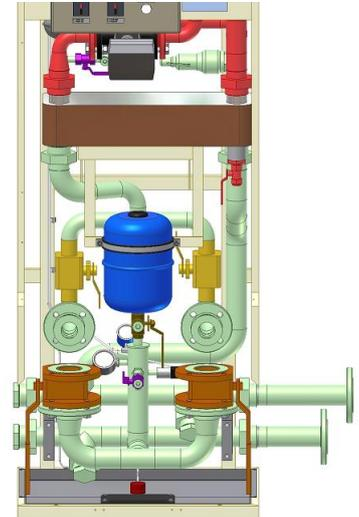

Рис. 5.1-10.
- Краны V161–V162 открыты (фиолетовый цвет на рис. 5.1-10)
- Кран V160 рычаг вниз (коричневый цвет на рис. 5.1-10)
- Краны с V140 по V141 закрыты (желтый цвет на рис. 5.1-10)
- Краны V142–V143 открыты (оранжевый цвет на рис. 5.1-10)